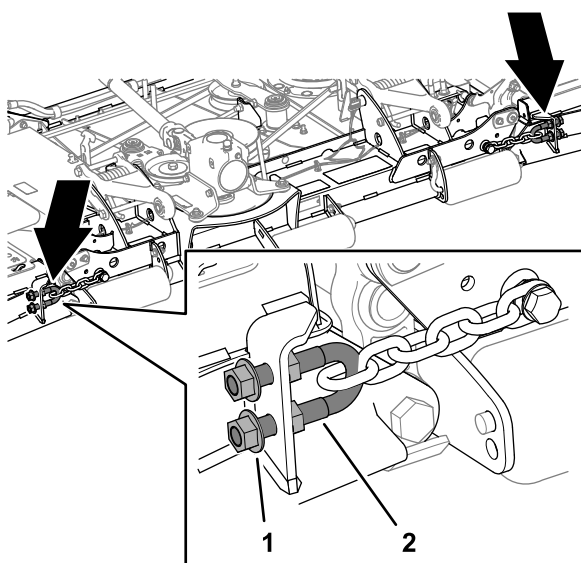

Рисунок 32
3. В передней части деки полностью ослабьте наружные рифленые фланцевые гайки, которые крепят 4 U-образных болта (Рисунок 32).